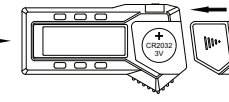

Abb. 5
- Legen Sie die CR2032-Batterie in das Batteriefach ein, die positive Seite der Batterie (+) muss nach außen zeigen (Abb. 5).